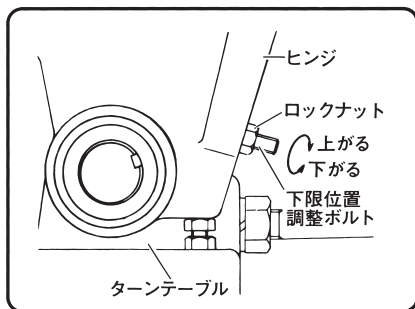

図 10
(1) 下限位置調整ボルトを固定しているロックナットをゆるめてください。(図10)
(2) ハンドルを下げながら下限位置調整ボルトを左右いずれかの方向にまわして、メタルソー刃先と移動バイス先端が一致するように調整してください。